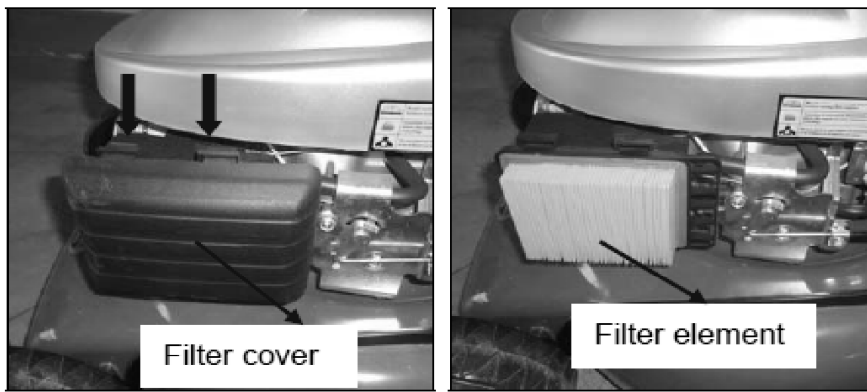

Fig.13A Fig.13B
1. Premere sulle due linguette nella parte superiore del coperchio del filtro. (Fig.13A)